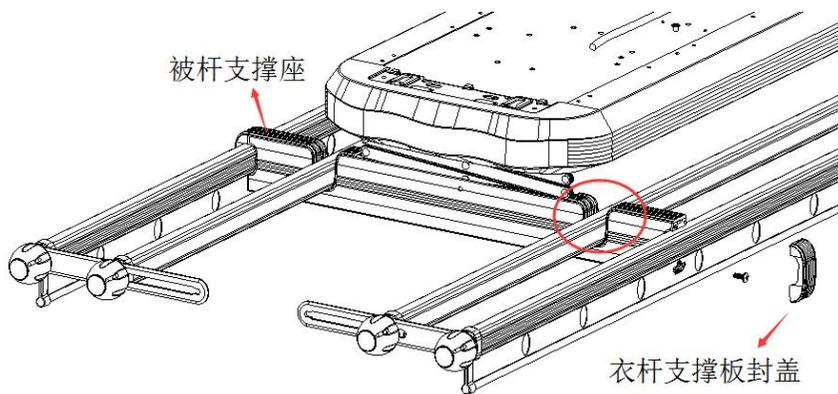

图 14
- a. 将组装好的衣杆组件的被杆挂入被杆支撑座上（此操作是为了增加剪刀架重量），如图 14 所示；
- c. 安装完毕后将衣杆支撑板封盖盖上。如图 14 所示。